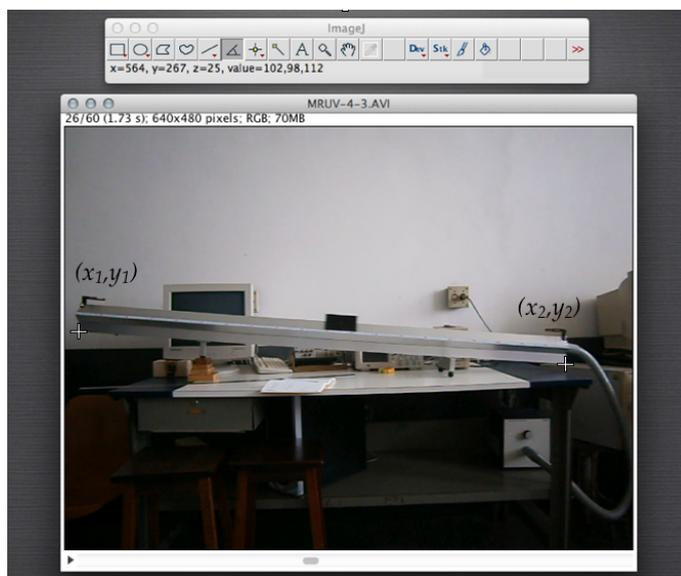

Figura E.14: ImageJ: determinação das coordenadas  $(x_1, y_1)$  e  $(x_2, y_2)$ , ver texto.
1. Determine com os cursores as coordenadas “x e y”das extremidades do trilho, tendo desta forma  $(x_1, y_1)e(x_2, y_2)$  como se mostra na figura E.14.